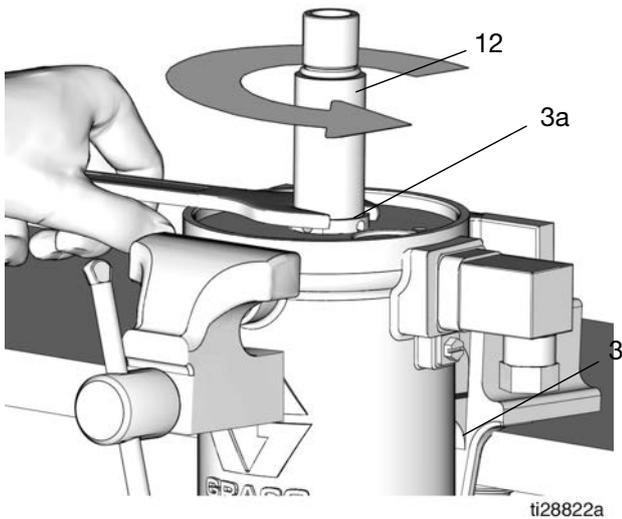

FIG. 16
13. Allentare il dado (3a) e rimuovere il cilindro della pompa (12) dal cilindro del motore pneumatico (3) (FIG. 16).